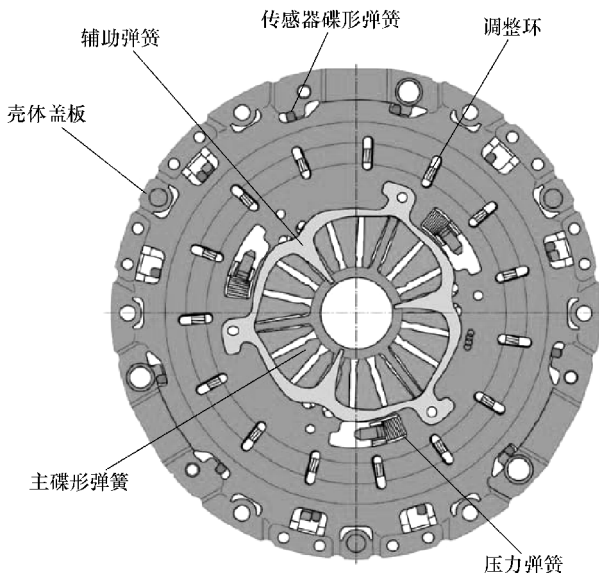
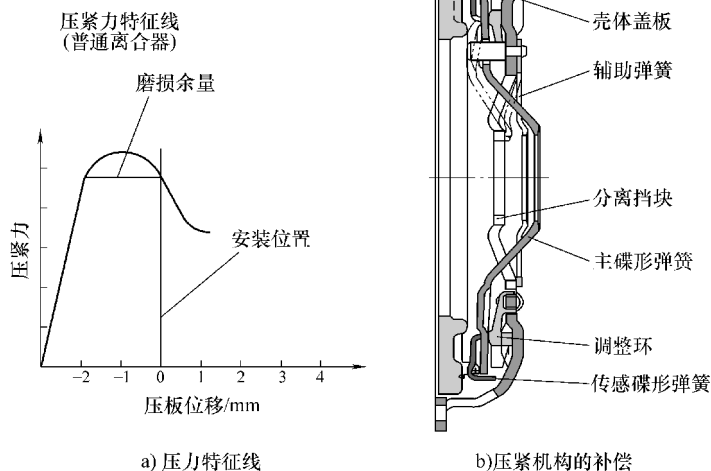

图 3-2 离合片的结构
图 3-3 离合器的压紧机构
2) 离合器从动盘有更高的磨损余量其结构如图3-2所示。随着离合器从动盘的磨损，主碟形弹簧的位置会发生变化，从而改变了压紧力和分离力的特征线（图3-3）。主碟形弹簧有一条递减的特征线。为了使压板的压紧力在约1.5~2mm的磨损范围上不致过低，选择的主碟形弹簧力的特征线在一开始压紧力首先上升。其结果是不得不加大踩踏力。在双涡轮增压发动机上，离合器必须传递很高的转矩。因为在设计离合器时由于结构上的条件限制了摩擦片的面积，所以必须通过更高的压紧力来补偿。结果是同样需要更高的分离力（特别是在磨损时）。